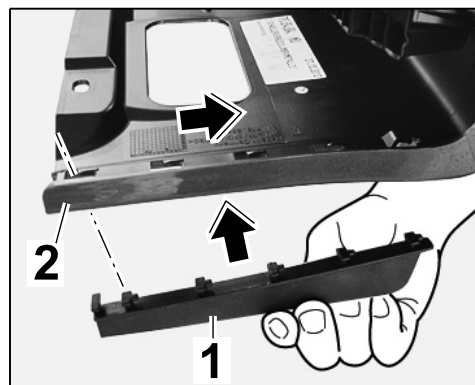

Рис. 11
- 5.2 Вставить спойлер ⇒ *Рис. 11 -1-* в новую накладку порога ⇒ *Рис. 11 -2-* и зафиксировать его.